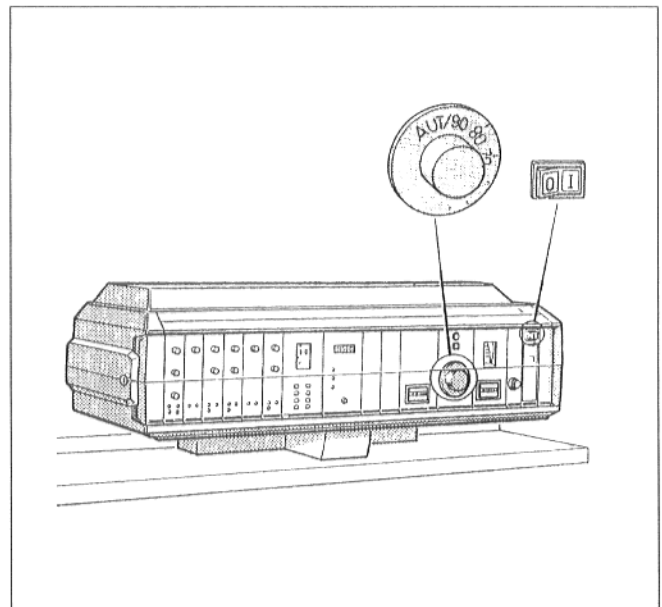

Fig. 2
- Poner el interruptor para el funcionamiento (fig. 2) en la posición I (ON).
- Ajustar el regulador de temperatura del agua de la caldera (fig. 2) a la temperatura deseada. En la "regulación Ecomatic", poner en posición "AUT".
- Poner el interruptor para el funcionamiento (fig. 2) en posición 0 (OFF).